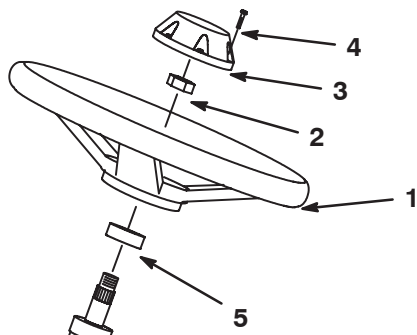

Bild 5
2. Nehmen Sie die Klemmmutter von der Lenkwelle ab. Schieben Sie die Schaumdichtung und das Lenkrad auf die Lenkwelle (Bild 5).
4. Befestigen Sie den Deckel mit der Schraube am Lenkrad (Bild 5).